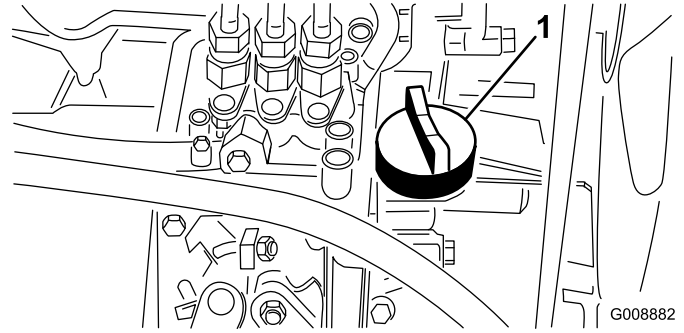

Bild 36
4. Entfernen Sie bei niedrigem Ölstand den Ölfülldeckel (Bild 36), gießen langsam kleinere Ölmengen ein und prüfen den Stand regelmäßig, bis die Voll-Markierung am Peilstab erreicht wird.